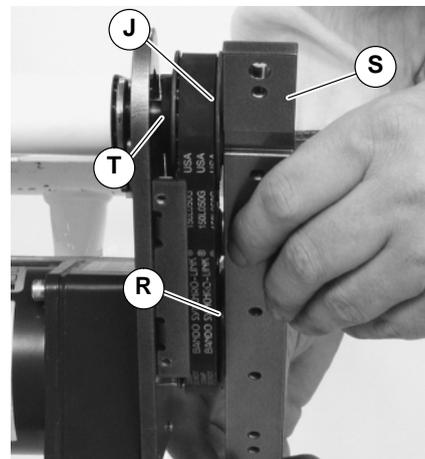

Abbildung 6
- Zahnriemen (M) um Abtriebszahnrad (J) und Antriebszahnrad (R) legen (R). Abtriebszahnrad (J) auf Achszapfen des Förderbandes installieren.
- Mit einem Ausrichtlineal (S siehe Abbildung 6) die Abtriebszahnrad (J) mit der Antriebszahnrad ausrichten (R). Die Madenschrauben der Abtriebszahnrad fest anziehen (T).